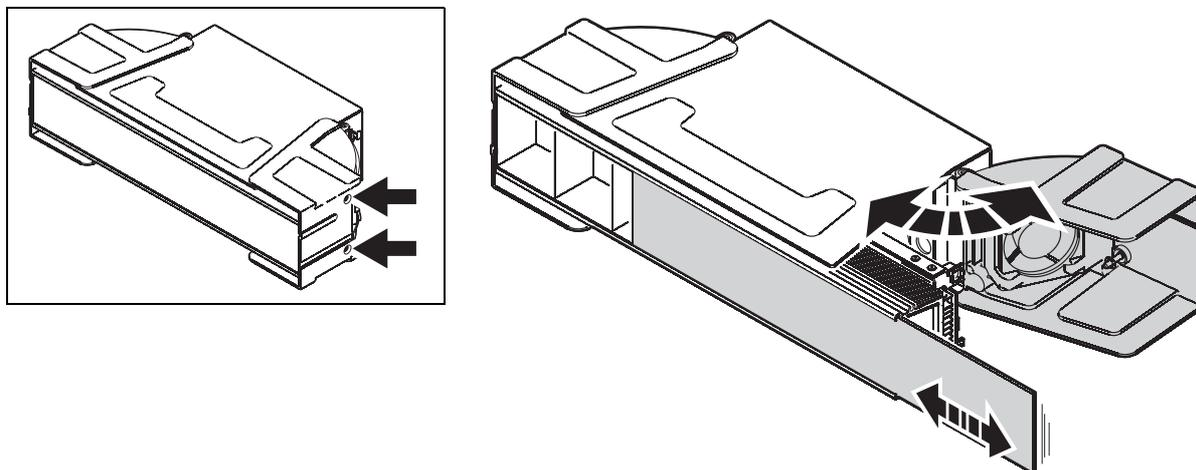

Figure 6: Installation / démontage du filtre diffuseur
2. Voir Figure 6. Dévissez les deux vis prisonnières (repérées ci-dessous) sur une extrémité du projecteur et basculez le carter.
2. Débranchez le connecteur d'alimentation bleu. Consultez la Figure 6. Dévissez les deux vis prisonnières (repérées sur le schéma) qui maintiennent le carter et basculez-le pour l'ouvrir.
Pour démonter le réflecteur, ouvrez les deux extrémités comme indiqué sur la Figure 6 en page 18 et sortez le réflecteur du projecteur.